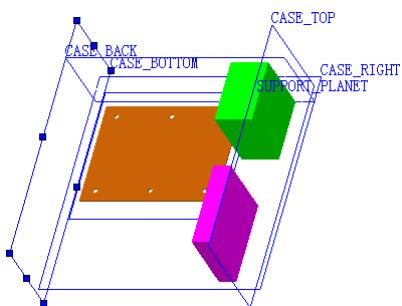
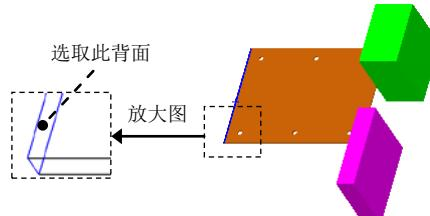

图 17.3.9 创建机箱的底平面
图 17.3.10 选取参照面
Step5. 创建图 17.3.9 所示的机箱的底平面。选择下拉菜单  → 参考几何体(G) →  基准面(E)... 命令。选取图 17.3.10 所示的模型表面作为参照，在 H 后的文本框中输入数值 15.0。底平面名称为 CASE_BOTTOM。